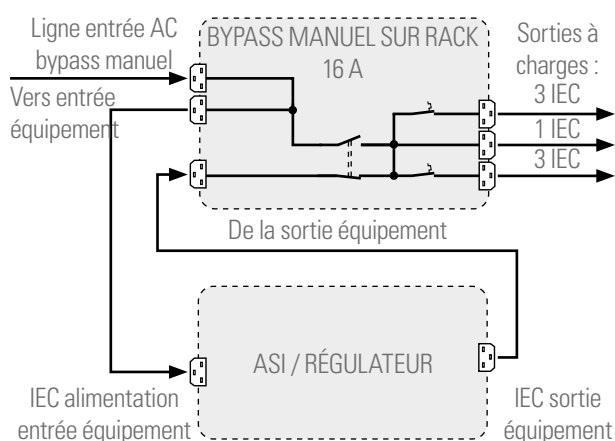

Fig. 3. Connexion entre ASI et bypass de 3 kVA.
- De manière corrélative, aux Fig. 1 et 2 on peut voir les schémas de blocs de toutes les deux dans les illustrations des Fig. 3 et 4. En essence, dans un niveau structurel est pareille, bien qu'existent des différences entre des modèles. Les plus remarquable est le contact auxiliaire du commutateur de bypass manuel provenant d'un micro-interrupteur installé derrière du couvercle de protection et internement relié sur un connecteur de signal. À travers de l'union électrique au moyen du câble fournit entre ce connecteur et celui-là disposé dans quelques équipements comme l'ASI série TWIN PRO2 et/ou le RT2, lors de l'enlèvement du couvercle de protection du commutateur de bypass manuel, l'ASI transfère du "Mode de sortie sur inverter" à "Mode sur bypass statique", en considérant, préalablement, que le système est en marche dans des conditions normales. Avec cela on simplifie l'opérateur et on évite des possibles erreurs avec des conséquences graves qui pourraient occasionner des pannes à l'ensemble de l'installation, charges comprises.